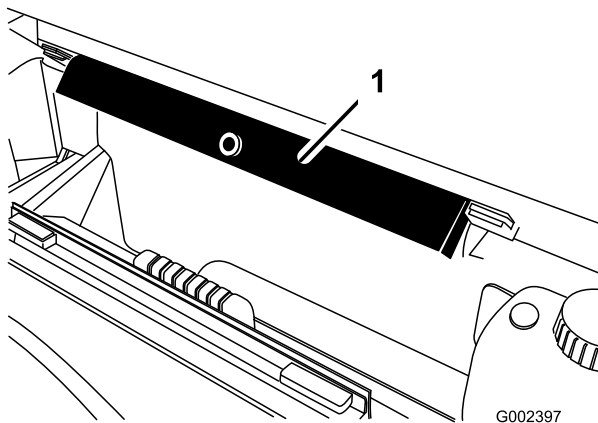

Bild 28
2. Nehmen Sie die Pritschenstütze aus den Einlagerungshalterungen hinten am Überrollschutz (Bild 28).